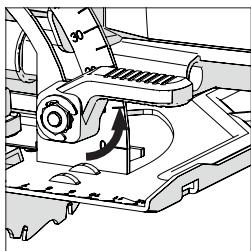

Fig. 13
- Lossa låsningsmekanismen för avfavningsvinkel som finns på maskinens framsida, genom att dra spaken uppåt. **(Fig. 13)**